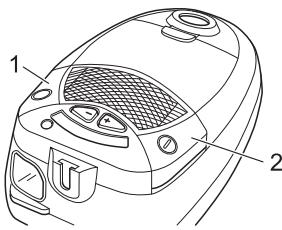

Abb. 15
- Schalten Sie den Bodenstaubsauger am Ein-/Ausschalter (Abb. 15/1) aus und ziehen Sie den Stecker aus der Steckdose.
- Um das Stromkabel einzuziehen, drücken Sie die Kabelauflottaste (Abb. 15/2).